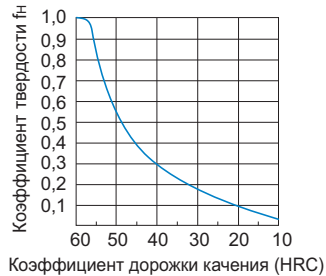

Рис.1 Показатель твердости ( $f_n$ )
- $f_n$  : коэффициент твердости (см. Рис.1 **В11-6**)